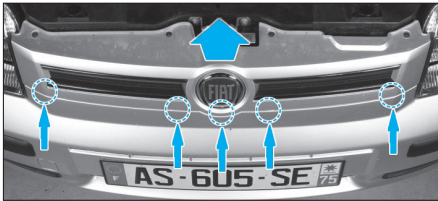

FIG. 96
- Extraire la calandre des pions de centrage comme illustré (Fig.96).